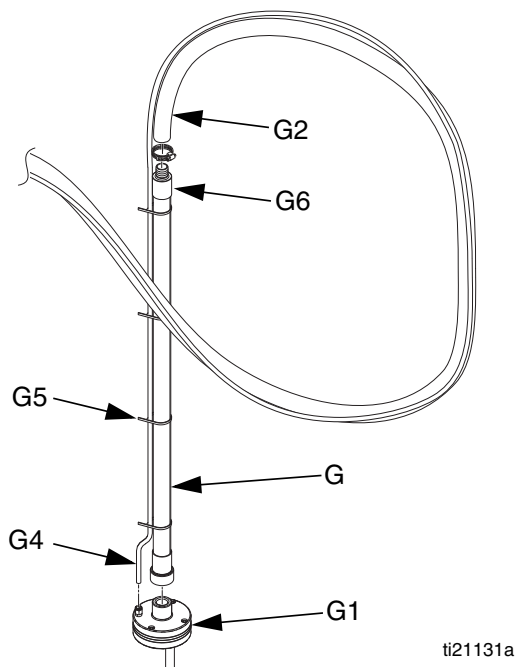

FIG. 10
7. Aplique sellador de tuberías en las roscas y, a continuación, conecte el tubo mezclador de acero (G) al cabezal del mezclador (G1). Consulte FIG. 10.
8. Conecte la manguera transparente de transferencia de vacío de 33 mm (1,3 pulg.) (G2) al tubo del mezclador de acero (G) y sujete con la abrazadera de manguera suministrada. Consulte FIG. 10.
9. Coloque la línea de aire con un diámetro externo de 3/8 pulg. (G4) junto a la manguera transparente de transferencia de vacío de 33 mm (1,3 pulg.) (G2) y sujete en varios puntos con los precintos suministrados (G5). Consulte FIG. 10.